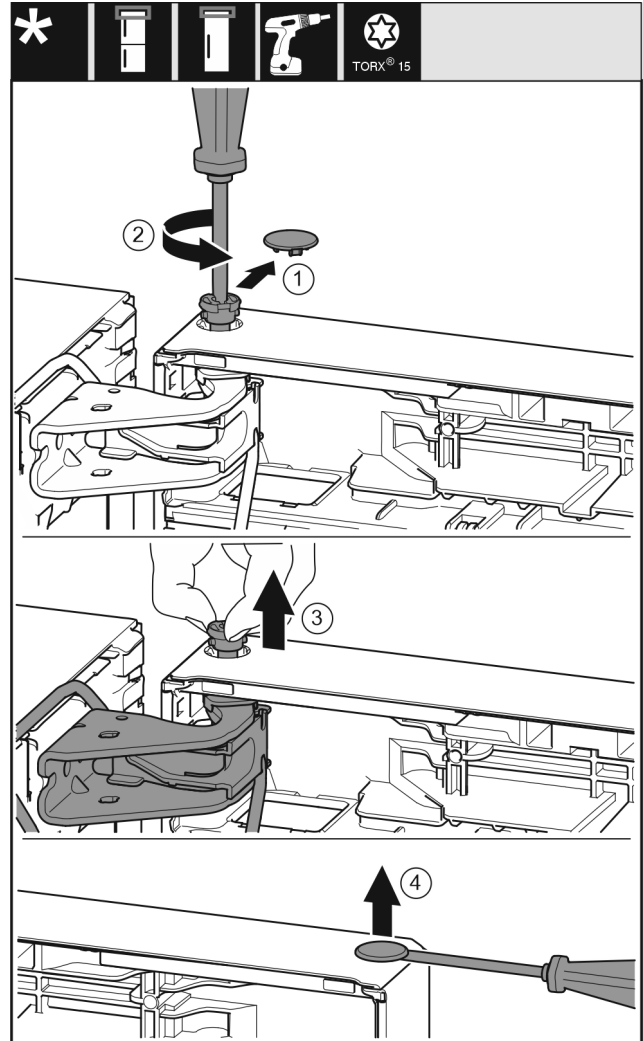

Fig. 22
- ▶ Opatrne vytiahnite poistný kryt. Fig. 22 (1)
- ▶ Skrutkovačom T15 trochu vyskrutkujte čap. Fig. 22 (2)
- ▶ Pevne držte dvere a čap vytiahnite prstami. Fig. 22 (3)
- ▶ Plochým skrutkovačom opatrne nadvihnite a vyberte zátku z puzdra ložiska dverí. Fig. 22 (4)